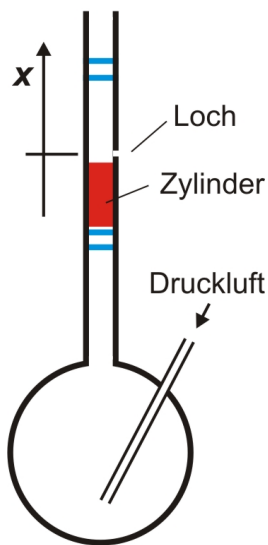

Abbildung 5: Versuchsaufbau:
- (A1) Stellen Sie Ihre Messwerte in einem p - V -Diagramm dar, mit der Temperatur als Parameter (Isothermen). Die Auswertung gelingt Ihnen besser, wenn Sie Ihre Messwerte nahe dem kritischen Punkt graphisch vergrößert darstellen – wie in Abb. 5.
- Berechnen Sie daraus die Verdampfungswärme Q nach Gl. (5) für das eingeschlossene Gas.
- (A5) Der Wert Q hängt leider noch von der Stoffmenge ab. Errechnen Sie die Stoffmenge n näherungsweise mit Gl. (3) aus Ihrem ersten Messwert (V groß, p klein).
- (A8) Zeichnen Sie die Isotherme nach Gl. (4) für die Temperatur T aus 6.4 (Arbeitsplatz) in Ihr Diagramm mit ein. Grenzen Sie die graphische Darstellung auf den interessierenden Bereich wie in Abb. 5 ein.